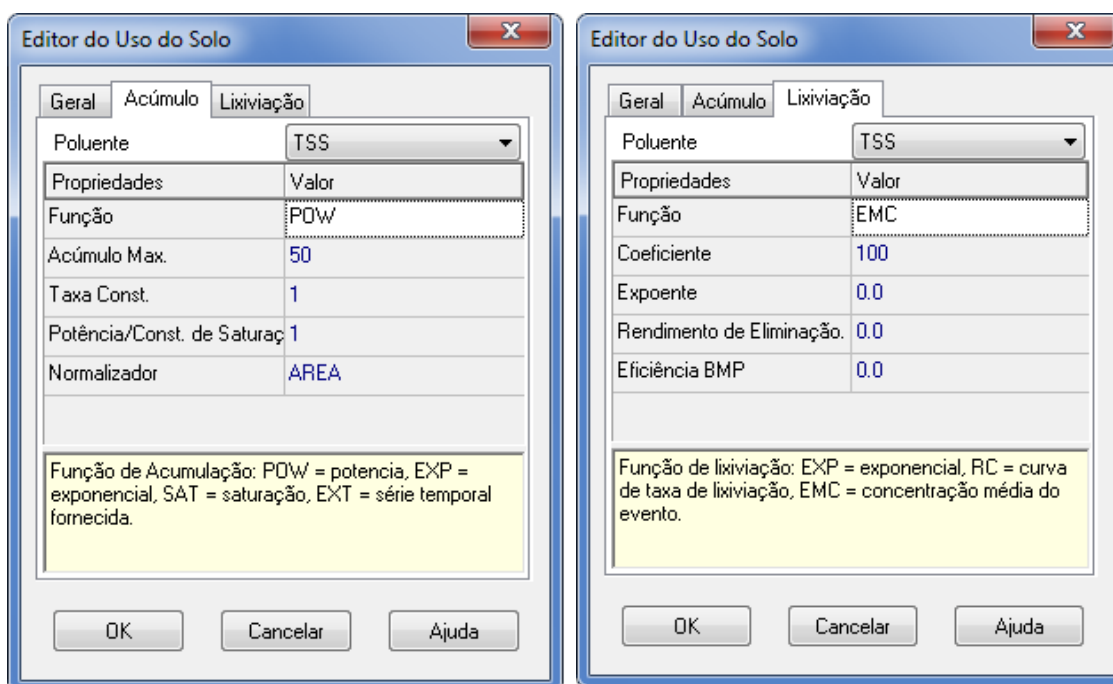

Figura 2.23 - Definição da função de acumulação e arraste de TSS para o uso do solo Residencial
2. Na janela de diálogo de Edição de Uso do Solo, clicar na aba Acúmulo, tal como mostra a Figura 2.23.